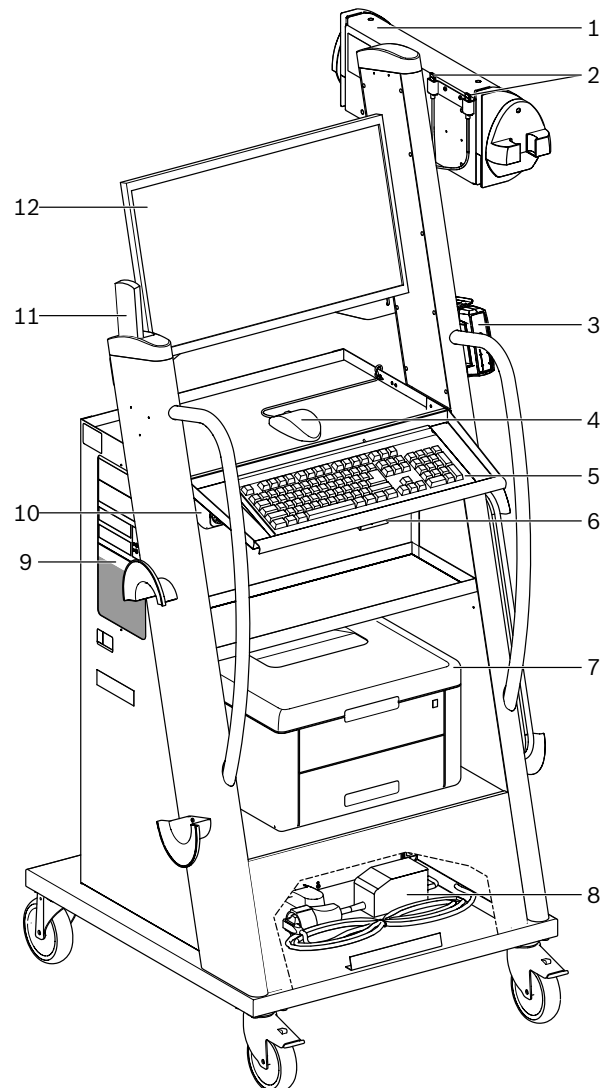
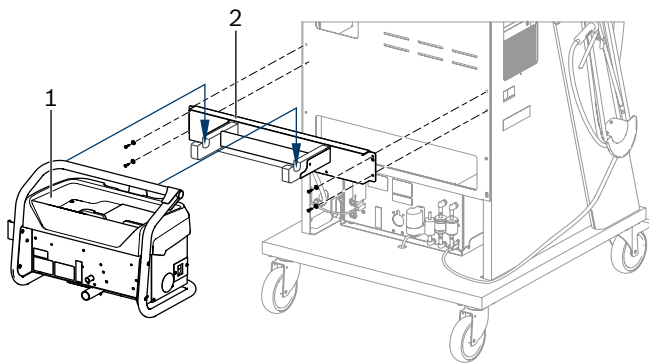

Fig. 1: forfra
Fig. 4: Montere holder
2. Monter holderen for BEA 070 (fig. 4, pos. 2) på utstyrvognen.
3. Heng BEA 070 (fig. 4, pos. 1) i holderen, og koble USB-ledningen til BEA 070 og USB-porten foran på PC-en (fig. 1, pos. 9), dersom ønskelig.
4. Koble nettleddningen til BEA 070 og på strømskinnen (fig. 1, pos. 10).
7. Fjern transportsikringene på laserskriveren i henhold til den vedlagte bruksanvisningen. Sett laserskriveren (fig. 1, pos. 7) i utstyrvognen og koble den til. Nettleddning og USB-ledning ligger allerede klare på vognen.
Med den sentrale nettbryteren på forsiden av apparatet (se fig. 1, pos. 10) kan FSA 740 slås på eller av.